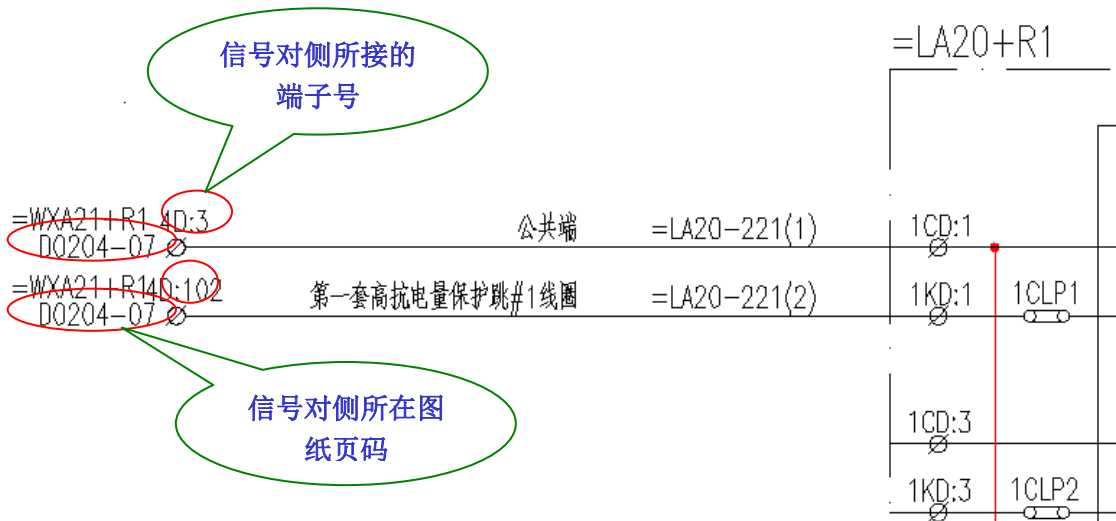

图 6
4. 交叉链接：软件的交叉链接功能根据两侧设备之间唯一命名的芯线功能来寻找对侧，补充完成每侧的电缆编号、电缆型号、所属芯数、对侧设备页码、对侧的端子号等信息。交叉链接后的图纸如图 6 所示：